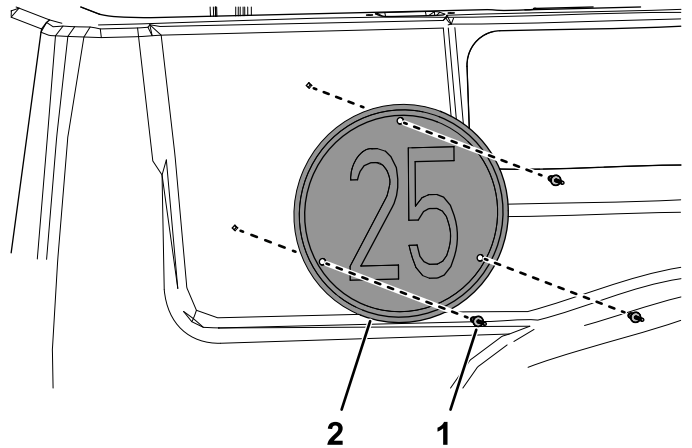

Figura 16
4. Instale a placa de velocidade na plataforma de carga utilizando três rebites cegos (3/16 x 15/16 pol.) como se mostra na Figura 16.